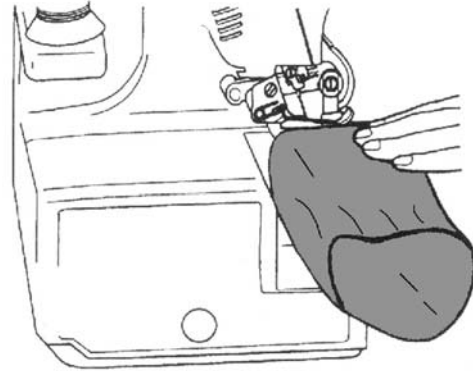

Abb.47
- Sie können nun die Textilie über den Freiarm 12 ziehen und diese bearbeiten (Abb. 47).